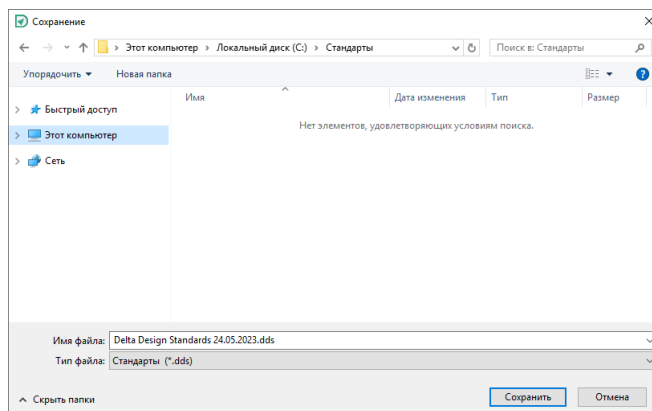

Рис. 12 Выбор места сохранения и имени
6. Система по умолчанию предложит имя файла в формате «Наименование программы» + «Дата выгрузки стандартов», Рис. 12. Имя файла при необходимости можно изменить.